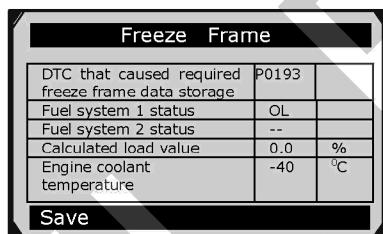

Рисунок 5-19
- 3) Если полученная информация занимает несколько страниц, используйте кнопку прокрутки вниз, чтобы просмотреть все данные. См. рисунок 5-19.